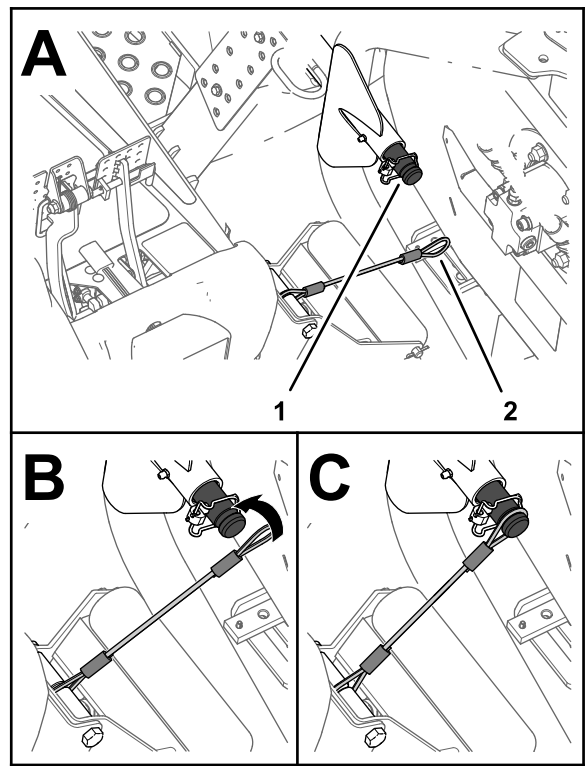

Figure 33
6. Enfilez la boucle du cordon sur l'arbre porteur jusqu'à ce que le cordon soit complètement engagé dans la rainure de l'arbre (Figure 33).
5. Placez le cordon devant l'arbre porteur du bras de levage de l'unité de coupe extérieure avant (Figure 33).